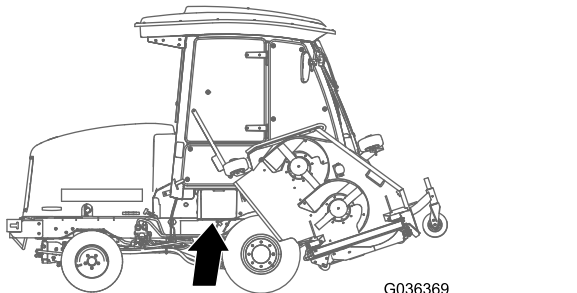

Figure 95
- Ouvrez le couvercle de la batterie sur le côté du carénage (Figure 95).
**Remarque:** Appuyez sur la surface plate au-dessus du couvercle de batterie pour faciliter la dépose du couvercle (Figure 95).